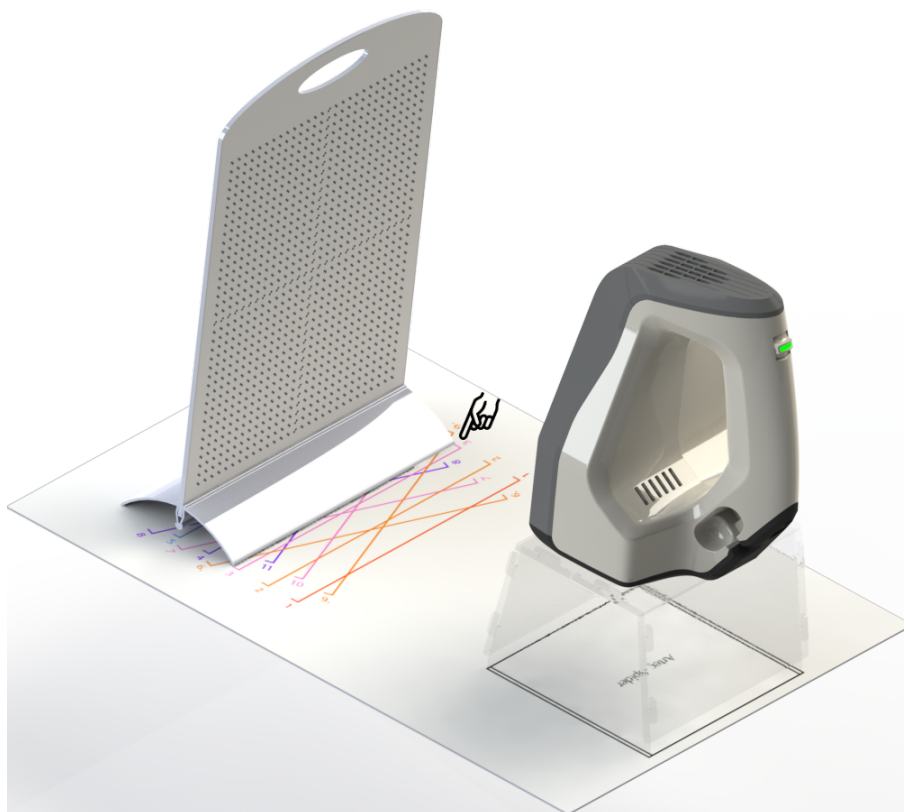

Рис. 11.8: Калибровочный стенд, шаблон и подставка со сканером Artec Spider
4. Разместите калибровочный стенд на шаблоне, повернув его стороной с нанесенными маркерами к сканеру, как показано на Рис. 11.8.